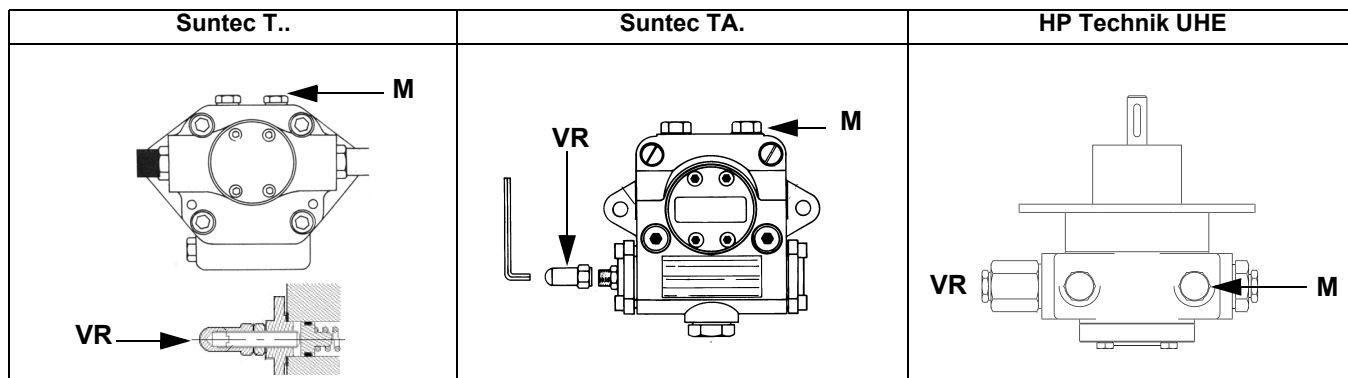

Fig. 6
- 3 purgar el aire de la conexión (**M**) manómetro de la bomba (Fig. 6), aflojando levemente el tapón, sin quitarlo; luego soltar el contactor;
- 5 La presión de alimentación de la boquilla ya es previamente calibrada en fábrica y no debe ser modificada. Sólo si fuera necesario, regular la presión de alimentación (véase apartado correspondiente) de la siguiente manera: colocar un manómetro en la posición indicada en Fig. 7 intervenir en el tornillo de regulación **VR** de la bomba (véase Fig. 6) hasta obtener una presión en la boquilla igual a 20 bar (boquillas Monarch o boquillas Bergonzo – véanse gráficos en pag. 46-34)